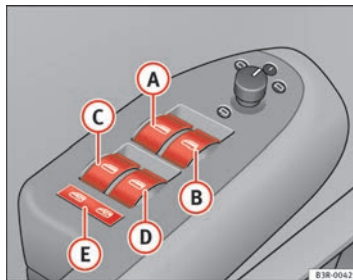

Abb. 80 Ausschnitt aus der Fahrertür: Schalter
- (A)** Schalter ⇒ Abb. 80 für das Fenster in der Fahrertür
- (B)** Schalter für das Fenster in der Beifahrertür
Mit dem Sicherheitstaster ⇒ Seite 113, Abb. 80 **E** können die Schalter an den hinteren Türen außer Betrieb gesetzt werden. Nur wenn der Schalter hineingedrückt ist, lassen sich die Fenster von den Fondsitzen aus öffnen oder schließen.